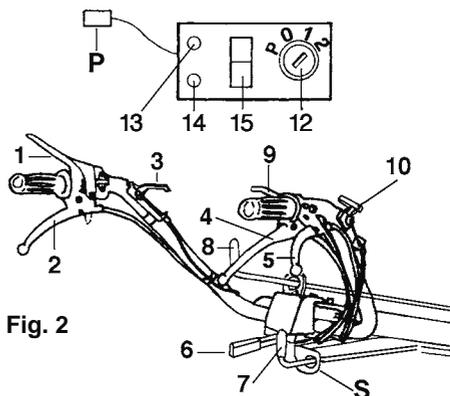

Fig. 2
COMANDI (Fig. 2)
- Per selezionare le velocità usare la leva 8 (Fig. 2).
La P. di P. indipendente è azionata tramite la leva 7 (Fig. 2).
(Fig. 2)
- 3) Togliere la stegola 7 (Fig. 2) dalla sede di
4) Tirare la leva 10 (Fig. 2) e ruotare il piantone in senso antiorario (sinistrorso), come indicato in Fig. 7/B.
- Portare l'asta comando marce (8) in posizione di folle e disinserire la presa di forza (7) (FIG. 2).
- Rilasciare la leva del MOTORSTOP (1).
ARRESTO MOMENTANEO DEL MOTOCOLTIVATORE (Fig. 2)